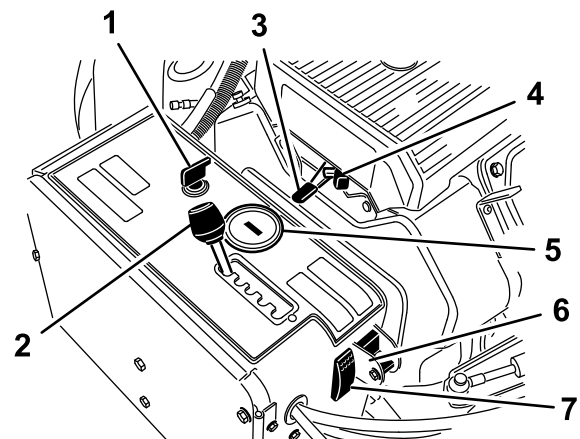

Figura 12
El interruptor de encendido (Figura 12) se utiliza para arrancar y parar el motor. El interruptor tiene 3 posiciones:
Mueva la palanca de espaciado de aireación (Figura 12) a la posición de espaciado deseada, o a la posición T para el transporte.
Utilice la palanca del acelerador (Figura 12) para controlar la velocidad del motor. Mueva el acelerador
- Cuando el motor se apaga, el horímetro/taquímetro (Figura 12) muestra el número de horas de funcionamiento del motor.
Utilice el estárter para arrancar un motor frío (Figura 12).
Baje el interruptor para desactivar la función TrueCore (Figura 12). Retire el perno para tener acceso al interruptor de seguimiento manual.
Pulse el interruptor de reinicio del sistema (Figura 12) para elevar el cabezal de perforación si la máquina deja de funcionar (por ejemplo, la máquina se queda sin combustible).